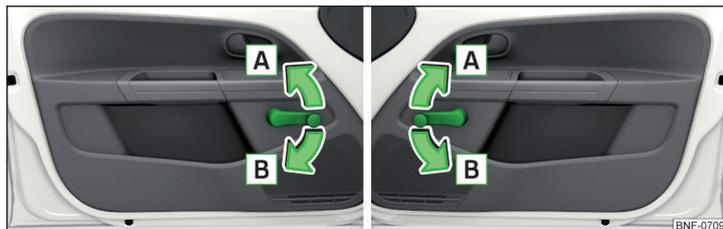

Abb. 32 Fensterbedienung: links / rechts
- Zum **Öffnen** die Kurbel in Pfeilrichtung **A** drehen » Abb. 32.